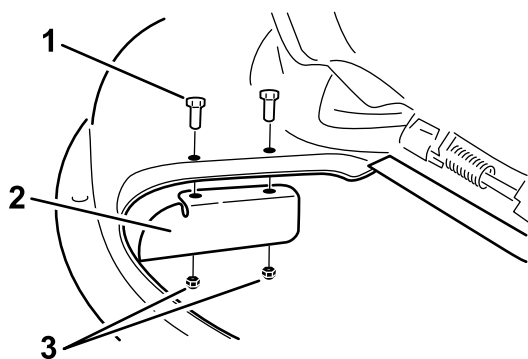

Figure 31
9. Montez le déflecteur d'ouverture sur les montants de l'ensemble clip. Figure 31. Fixez le déflecteur sur la machine avec les deux contre-écrous (5/16 pouce).